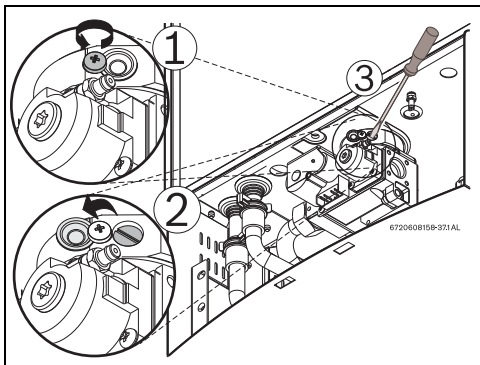

Fig. 50 Ajuste de CO₂ en modo P1
- ▶ Aflojar el tornillo Philips con pintura amarilla de precintado (Fig.50, pos.1) y mover la tapa de protección (Fig.50, pos. 2), de manera a que se haga visible el tornillo de afinación.
- ▶ Colocar la tapa de protección en la posición inicial y apretar el tornillo Philips, Fig.50.